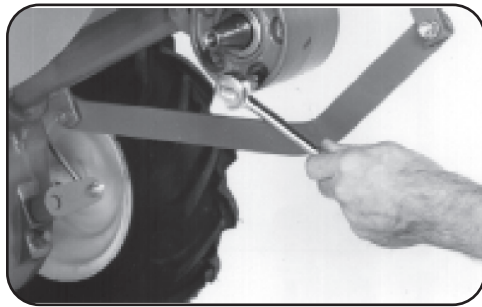

Figura 5-9
2. Para un drenaje completo, extraiga el conjunto de dientes del costado izquierdo (Consulte Reemplazo de los dientes en la sección Mantenimiento), luego extraiga solo uno de los tornillos inferiores de la cubierta de la carcasa de la cultivadora. Consulte la Figura 5-9. Para acelerar el drenaje, extraiga la varilla de medición de nivel del accesorio de los dientes para purgar la transmisión.